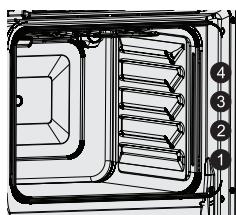
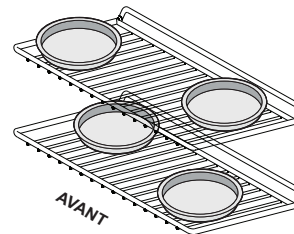

Figure 22: Positions des grilles
Figure 24: Cuisson sur plusieurs niveaux et grilles
- Afin d'obtenir les meilleurs résultats pour la cuisson avec une seule grille de four, placez la grille à la position 2 ou 3 (Figure 22).
- Pour obtenir de meilleurs résultats lorsque vous utilisez deux grilles pour la cuisson de gâteaux ou de biscuits, placez ces derniers aux positions 1 et 3 (Figure 22) et placez les moules comme illustré à la Figure 24.